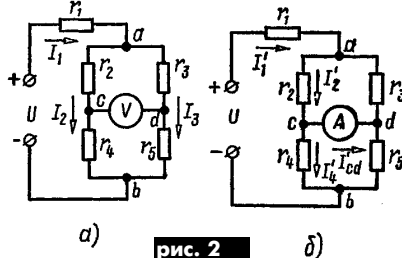

рис. 2
2. Визначити струми у гілках кола (рис.2) і показання вольтметра, ввімкненого між точками с і d, вважаючи, що його опір у багато разів перевищує опір кожного з елементів кола. Чому дорівнюють показання амперметра, ввімкненого між точками с і d (рис.2, б), опір якого вважати рівним нулю? Опори елементів кола: $r_1 = 10 \text{ Ом}$, $r_2 = r_3 = r_5 = 25 \text{ Ом}$ і $r_4 = 50 \text{ Ом}$, а прикладена напруга $U = 120 \text{ В}$. (5)